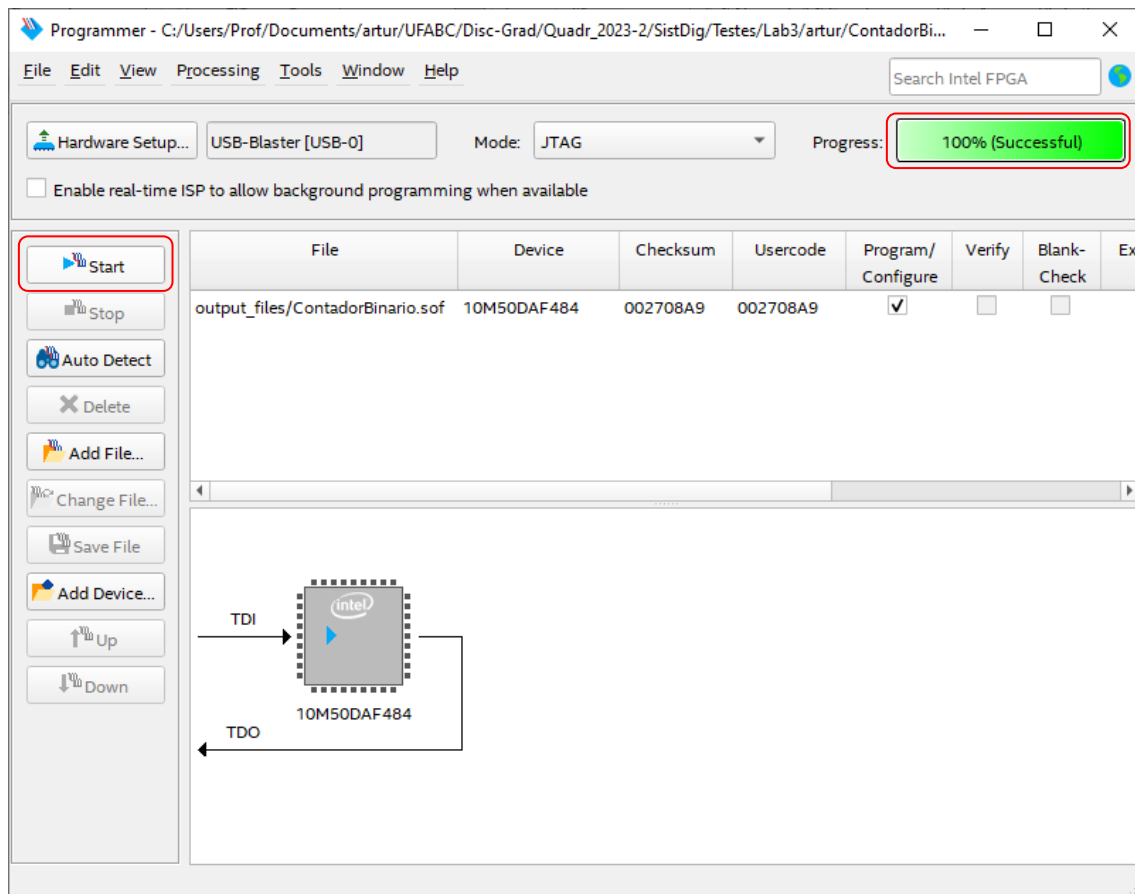

Fig. 9 – O aviso “Progress: 100% (Successful)” indica que a configuração está terminada.
11. Com a placa “*DE10-Lite*” ligada, dê um clique em “*Start*”. Depois de algum tempo deve aparecer o aviso “*Progress: 100% (Successful)*” (Fig. 9).
12. Feche a janela da **Fig. 9** (não há necessidade de salvar). Agora o circuito já pode ser testado na placa **DE10-Lite** através das chaves, dos botões, dos LEDs, dos displays sete segmentos etc. Ao apertar sucessivamente a chave “**KEY0**”, os LEDs vermelhos devem começar a acender em ordem binária crescente. A chave “**KEY1**” funciona como “**Reset**” do contador.